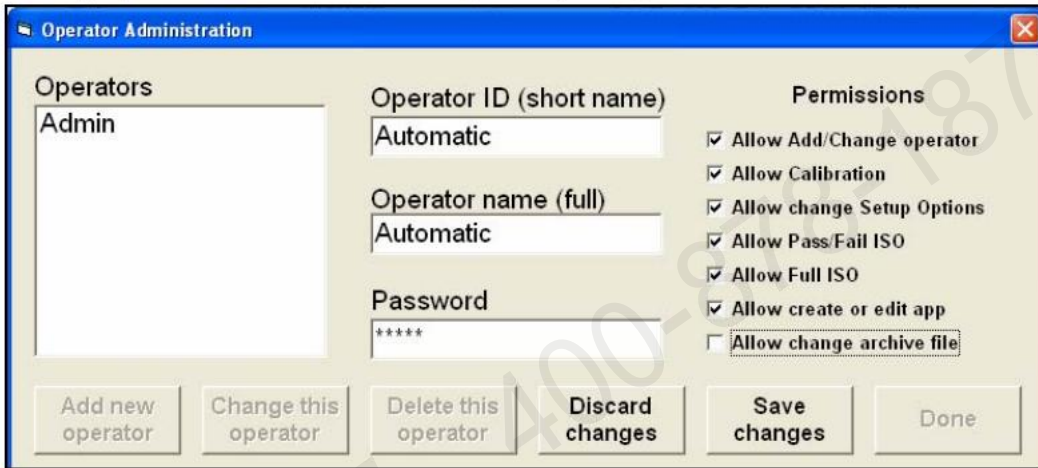

图 35: [Operator Administration]窗口
4. 显示[Operator Administration]窗口(图 35)。